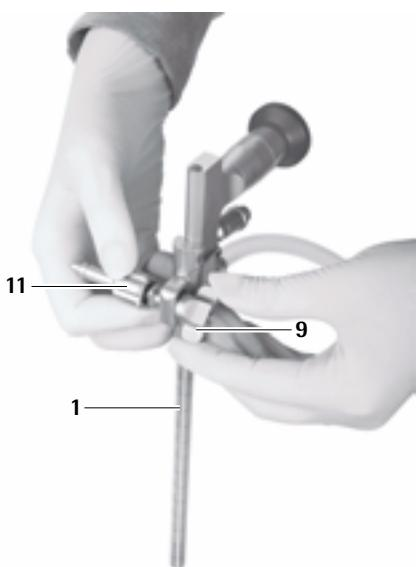

Fig. 19
- ▶ Visser l'écrou à ailettes **10** jusqu'à la fixation de l'adaptateur pour bras de maintien **11**, voir Fig. 19. MINOP Le trocart MINOP inVent **1** est prêt à être adapté au bras de maintien.